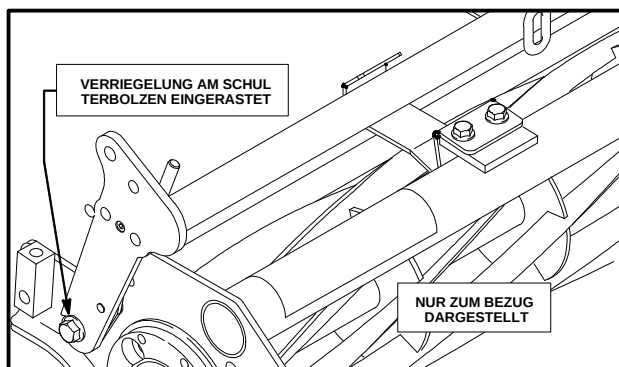

Abbildung 7
5. Den Verriegelungshandgriff ziehen und nach hinten schwenken (damit der Kopf des Bolzens im mittleren Loch positioniert ist); die Verriegelung schwenkt nach vorn und rastet unter dem Schulterbolzen ein (siehe Abb. 7). Den Vorgang auf der gegenüberliegenden Seite des Schneidkopfes wiederholen. Die verbleibenden Schneidköpfe mit Hilfe der gleichen Prozedur installieren.